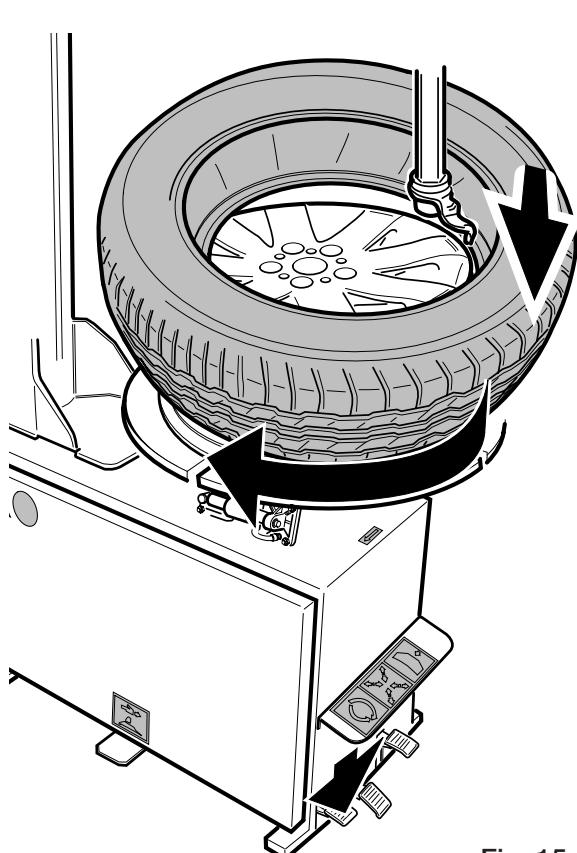

Fig. 15
- Poser le pneu sur la jante et amener le bras oscillant en position de montage. Mettre le talon inférieur dans la position indiquée sur la figure 15, de façon à ce qu'il soit au-dessus de la portion arrière de la tête de montage/démontage et au-dessous de sa portion avant. Appuyer sur la pédale du plateau pour le faire tourner dans le sens des aiguilles d'une montre et monter ainsi le talon. Utiliser la base creuse de la jante en poussant vers le bas contre la paroi opposée à la tête de montage/démontage (voir Figure 15) afin de réduire la force de tension sur les talons pendant la rotation de la jante.